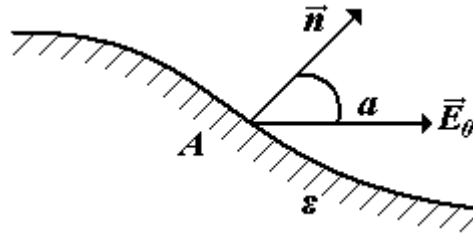

Рис. 1
9. Вблизи т. А (см. рис.1) границы стекло-воздух напряженность электрического поля в воздухе $E_0 = 10$ В/м, причем угол между вектором E_0 и нормалью $\vec{n}$ к границе раздела $\alpha = 30^\circ$. Определите напряженность E поля в стекле вблизи т. А, а также поверхностную плотность поляризационных зарядов в этой точке. Диэлектрическая проницаемость стекла $\epsilon = 6$,